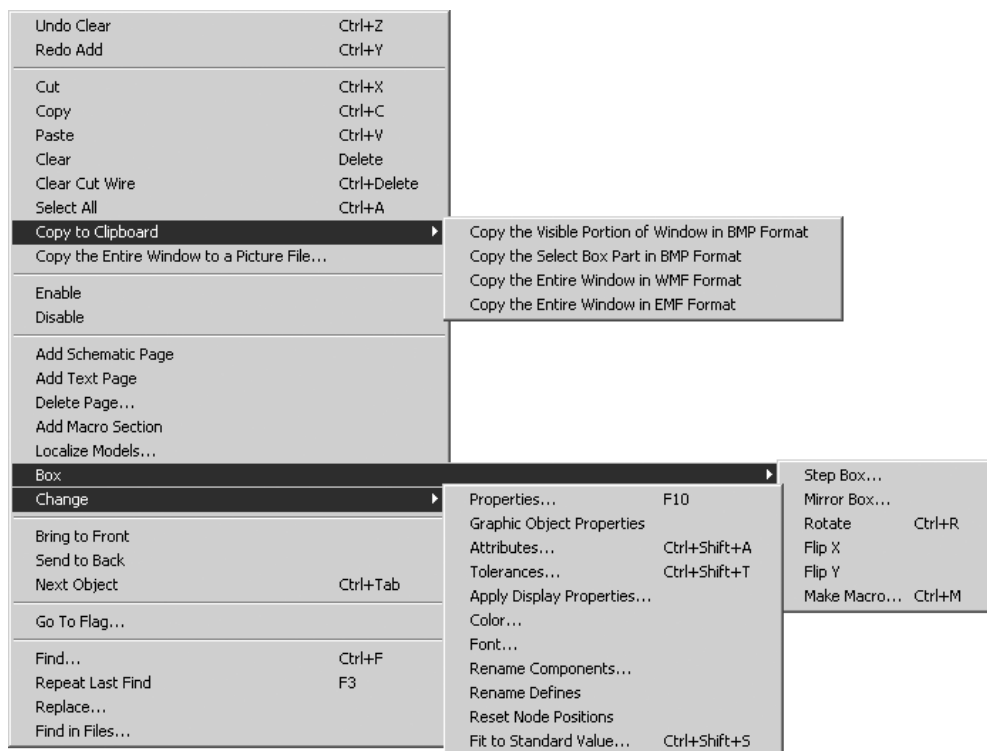

Рис. 3.3 – Пункты меню **EDIT**
3.3.4 Пункт меню EDIT (рис. 3.3)
Undo (, **CTRL+Z**) — отмена последней команды редактирования (откат назад). Зависит от объёма доступной памяти (обычно не менее 20 действий). На рис. 3.3 фигурирует как **Undo Clear**, поскольку последняя выполненная команда была **Clear**.
Redo (, **CTRL+Y**) — выполнение последней отмененной команды (откат вперед). На рис. 3.3 фигурирует как **Redo Add**, поскольку последняя отмененная команда была **Add**.